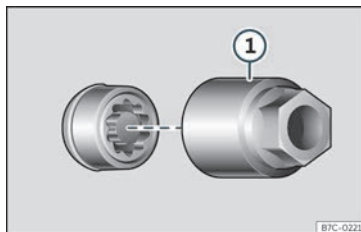

Fig. 32 Parafuso antirroubo da roda con capuchón e adaptador.
- Encaixe o adaptador especial >>> fig. 32 ① (ferramenta de a bordo >>> páx. 40) no parafuso antirroubo da roda ata o tope.